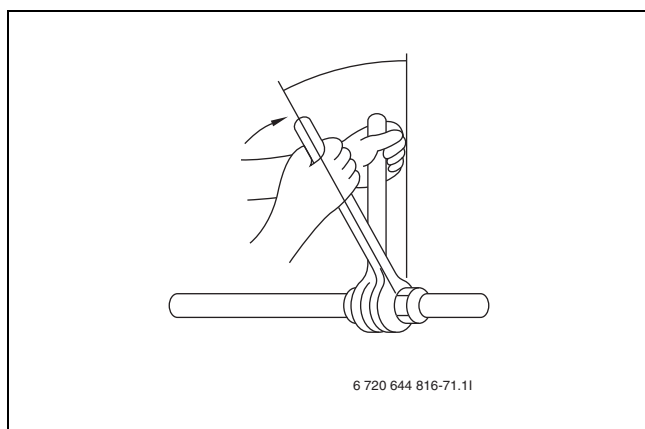

Bild 20 Mutter mit zwei Schlüsseln anziehen
- Flanschmutter mit Drehmomentschlüssel anziehen. Drehmoment gemäß Tabelle 4. Benutzen Sie einen weiteren Schlüssel für die Drehmomentenstütze (→ Bild 20).